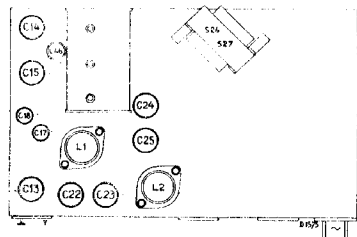
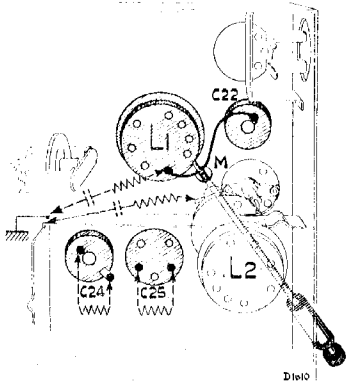

Fig. 4
Fig. 5
M.F. trimmen. (zie voor de plaats van de trimmers fig. 4 en voor de plaats van de dempingsweerstanden fig. 5).